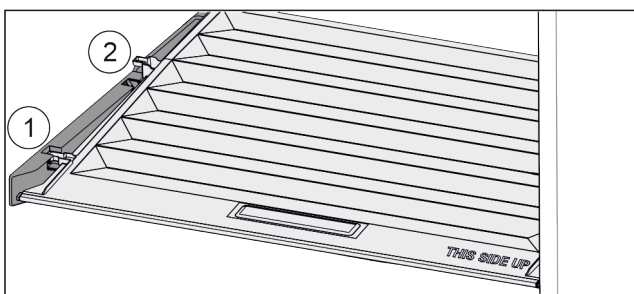

Fig. 108
- ▶ Trageți capacul în față Fig. 108 (1) până la orificiul din piesele suportului.
- ▶ Ridicați în spate de jos și scoateți Fig. 108 (2) în sus.